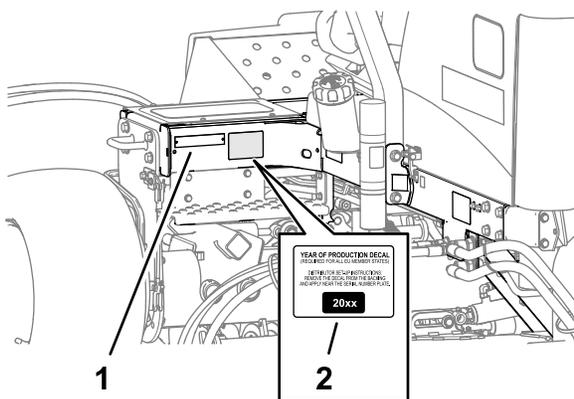

Рисунок 37
1. Начисто протрите левую раму рядом с табличкой с номером модели и серийным номером спиртом и дайте раме высохнуть (Рисунок 37).
2. Снимите подложку и приклейте наклейку, указывающую год выпуска, на раму рядом с табличкой с серийным номером, как показано на Рисунок 37.